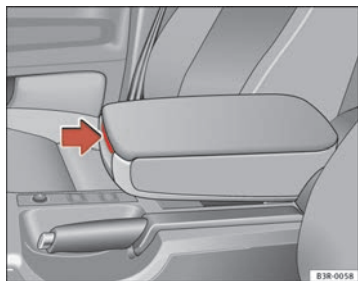

Fig. 114 Accoudoir entre le siège du conducteur et le siège du passager avant
- Appuyez sur le levier de déverrouillage ⇒ **fig. 114**.